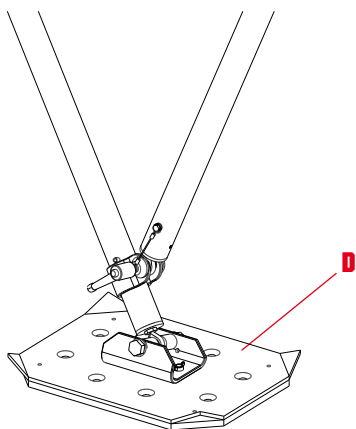

Abb. 4A
- die Gewindezapfen der Schäkel (M) einschrauben und festziehen.
- c) Die Grundplatten (D) mit den entsprechenden Schrauben verbinden und dabei die Seite wählen, die am besten für die vorhandene Auflagefläche passt:
- Gummiseite für glatte und harte Oberflächen (Abb. 4A),